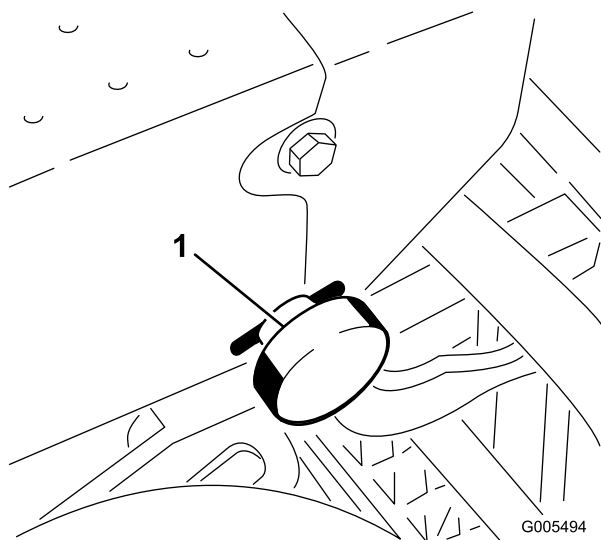

Figura 6
3. Retire o contrapino que prende o manípulo de bloqueio do braço da direcção (Figura 6) e retire o manípulo.